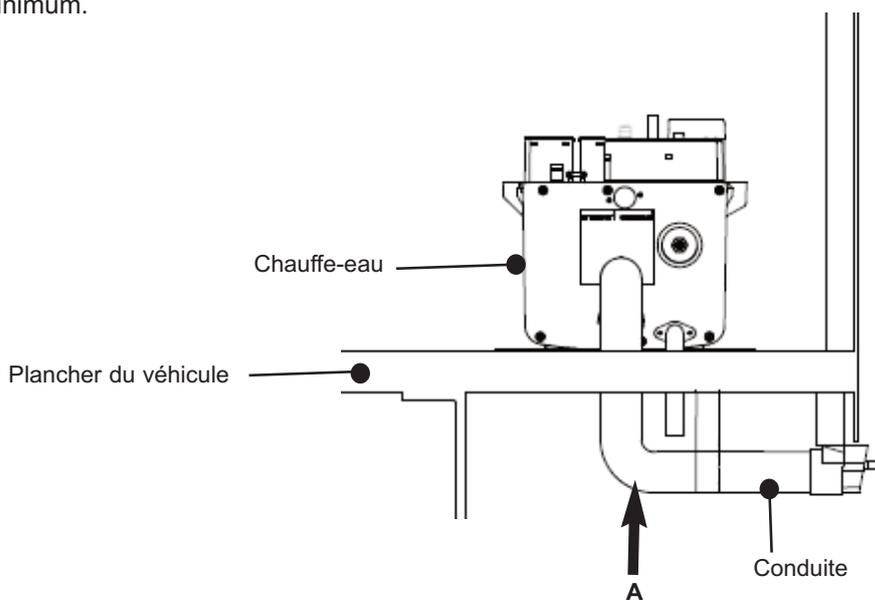

Fig. 25 Orientation de la conduite
- iv. Enfoncez la conduite d'arrivée dans l'arrière de la borne de conduite (installée dans le plancher du véhicule). La conduite **doit être** enfoncée au maximum. Veuillez voir la Fig. 25. La conduite **doit être** visible dans la borne de conduite.
Veillez noter : La conduite du chauffe-eau à la borne **doit** présenter une élévation maximum. Comme indiqué par le point A à la Fig. 25. Cela permet au condensat d'être évacué du chauffe-eau.